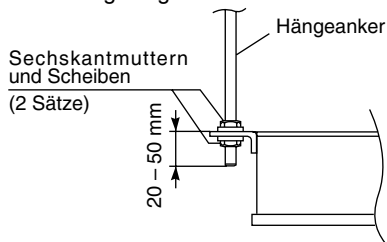

Abb. 3-93
- (3) Die Inneneinheit aufhängen und mithilfe der 2 Sechskantmutter und Scheiben (im Fachhandel erhältlich) und der Spezialscheiben (mit der Einheit mitgeliefert) befestigen, wie in Abb. 3-93 gezeigt.